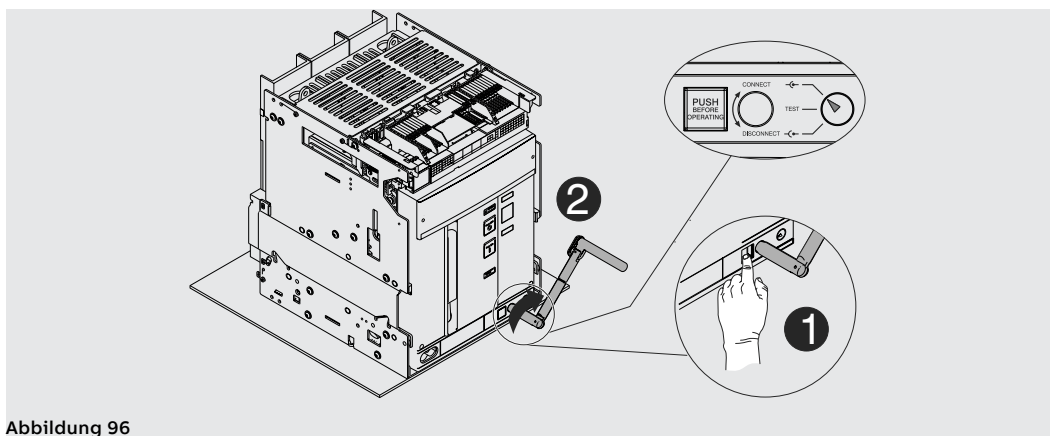

Abbildung 96
11. Die Verriegelungstaste drücken und danach die Handkurbel im Uhrzeigersinn drehen, bis die Taste herauspringt und die Anzeige meldet, dass der Leistungsschalter in der Position **CONNECT** steht. Siehe Abbildung 96.